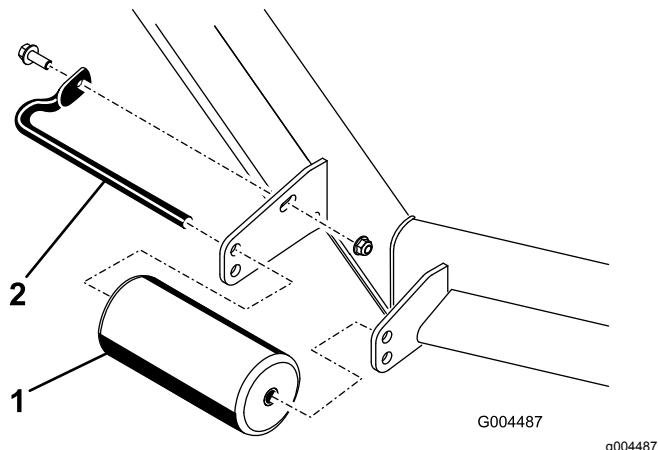

Figura 10
1. Para ajustar los rodillos delanteros, retire el tornillo y la tuerca que sujetan el eje del rodillo al soporte de la carcasa (**Figura 10**).